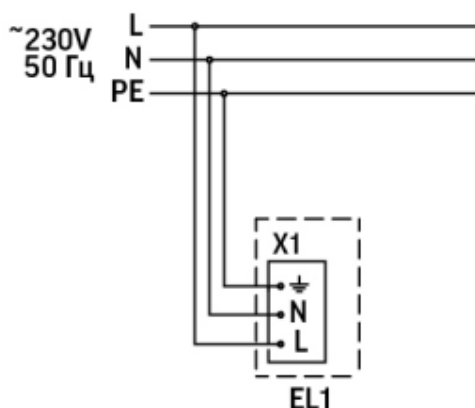

Рисунок 2 — Схема электрического соединения (стандартная версия)
- соблюдая схему подключения на рис. 2, подключить кабель к разъёмам клеммной колодки;